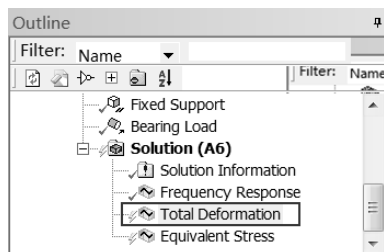
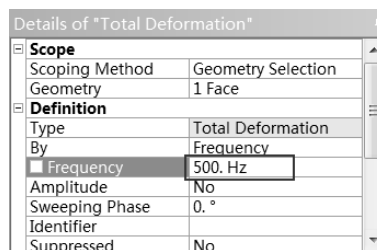

图 7-89 选择变形结果
图 7-90 输入频率
Step4 选择 Outline 栏中的 Total Deformation 选项 如图 7-89 所示。此时会出现 Details of “Total Deformation” 栏，在 Frequency 中输入 500，如图 7-90 所示。